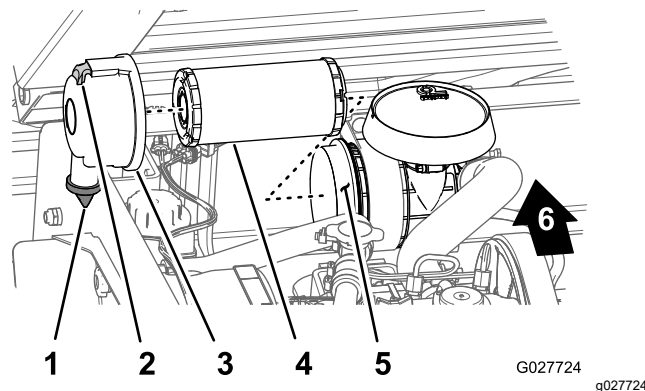

Figure 28
2. Vérifiez si le boîtier du filtre à air présente des dommages susceptibles d'occasionner des fuites d'air (Figure 28).
3. Tirez le dispositif de verrouillage vers l'extérieur et tournez le couvercle du filtre à air dans le sens antihoraire (Figure 28).
5. Sortez l'élément filtrant du boîtier du filtre à air (Figure 28) avec précaution pour ne pas déloger trop de poussière.
4. Alignez le couvercle du filtre à air sur le boîtier en orientant la valve de sortie en caoutchouc vers le bas, à peu près entre les positions 5 heures et 7 heures vu de l'extrémité, comme montré à la Figure 28.
5. Fixez le couvercle au boîtier avec les attaches (Figure 28).
1. Nettoyez l'orifice d'éjection des impuretés situé sur le couvercle du filtre à air (Figure 28).
2. Retirez la valve de sortie en caoutchouc du couvercle, nettoyez la cavité et remettez la valve en place (Figure 28).
3. Insérez l'élément filtrant dans le boîtier du filtre à air en appuyant sur le bord extérieur de l'élément pour l'engager parfaitement dans le boîtier (Figure 28).